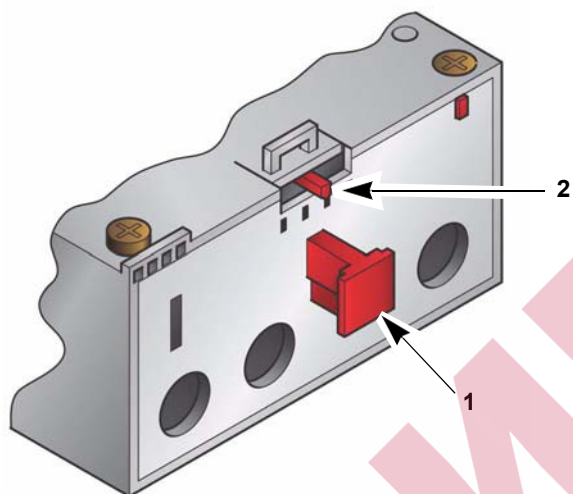

Рис. 18
- ▶ вставить кабель ионизации и кабель электрода и подвинуть горелку до муфты, положение горелки указано на Рис. 18;
Для того, чтобы разблокировать в случае срабатывания термореле, нажать на кнопку 1) Рис. 18.